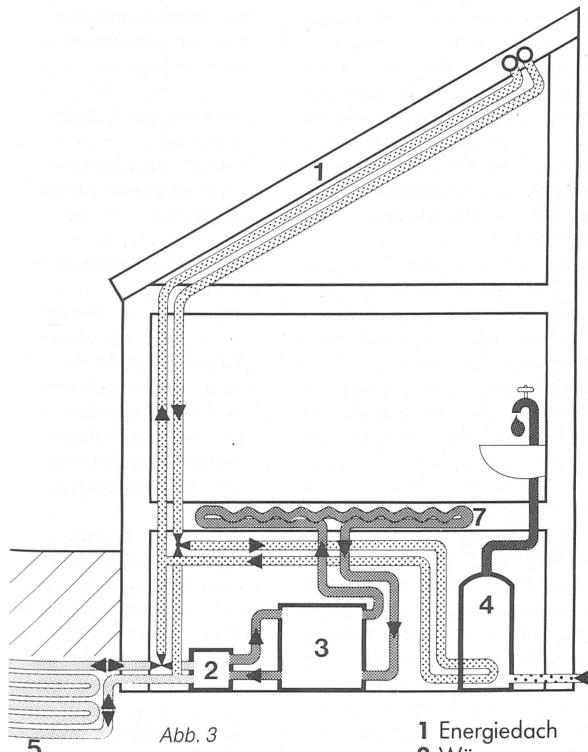

Abb. 3
**Monovalente Anlagen (Abb. 3).** Die der Wärmepumpe zugeführte Wärme wird im Normalfall aus dem Energiedach bezogen. Während der Eistage liefert ein Erdregister die in der Erde gespeicherte Wärme. Der Erdspeicher kann, verglichen mit Erdspeichern von herkömmlichen Wärmepumpenanlagen, bedeutend kleiner gewählt werden. Mit überschüssiger Wärme aus dem Energiedach, vor allem während der Übergangszeit und im Winter bei Sonnenschein, wird das Erdregister aufgeheizt, so dass die Temperatur im Erdregister nie längere Zeit unter 0°C sinkt. Dadurch wird im Durchschnitt eine sehr günstige Leistungsziffer erreicht. Im weiteren ergeben sich durch die nur kurzfristige und geringe Unterkühlung des Bodens keine nachteiligen Folgen für Erdbreich und Vegetation.